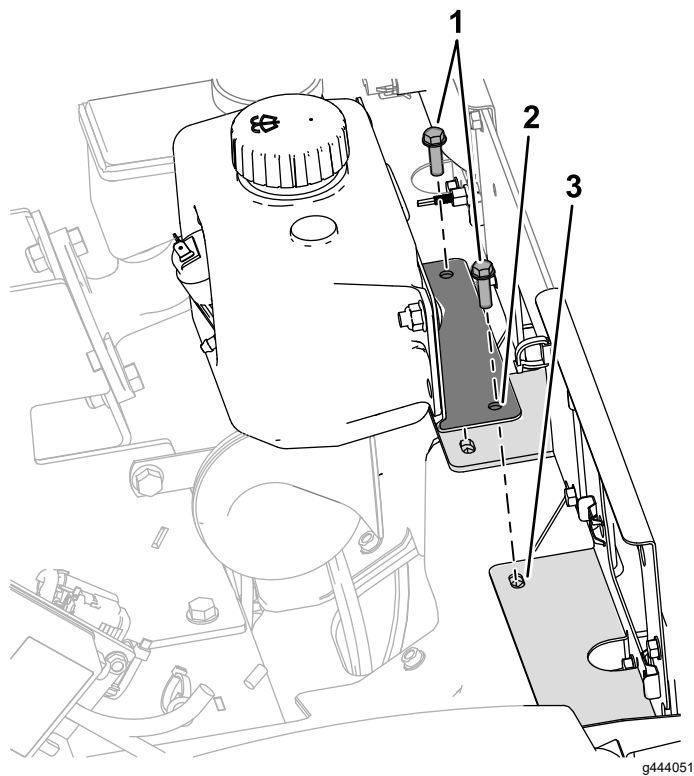

Bild 37
4. Entfernen Sie die Löcher in der Halterung für die Waschflasche mit den Löchern in der unteren Scheinwerferstütze aus (Bild 37).
- Montieren Sie die Behälterstützhalterung mit 2 Sechskant-Bundkopfschrauben (1/4" x 7/8"), die Sie in Schritt 3 entfernt haben, an der unteren Scheinwerferstütze (Bild 37).